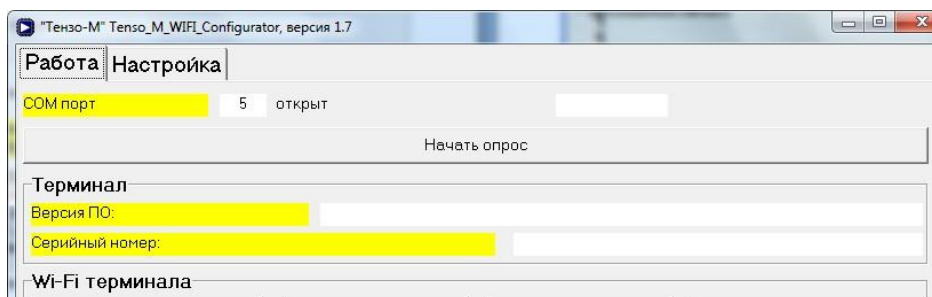

Рис. 6.1. Кнопка «Начать опрос».
6.2. После подключения весового преобразователя к компьютеру и успешного открытия COM-порта на закладке «Работа» станет активной кнопка «**Начать опрос**», см. рис. 6.1.